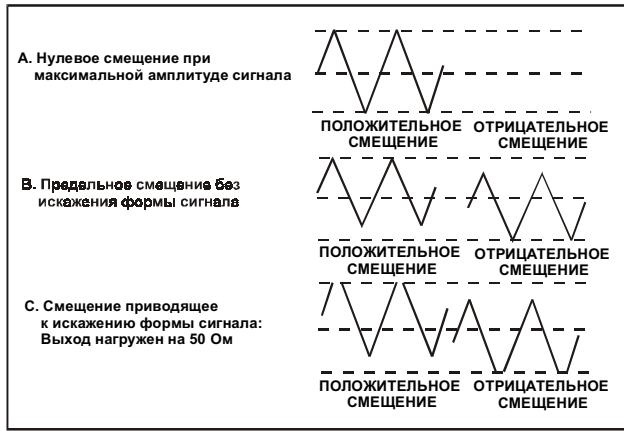

Рис. 5
1. Настройка режима постоянного смещения DC OFFSET позволяет изменять напряжение в пределах $\pm 10\text{V}$ (без нагрузки) или $\pm 5\text{V}$ (с 50 Ом-ной нагрузкой). Однако добавленный к сигналу уровень постоянного напряжения все-таки ограничен до $\pm 20\text{V}$ (без нагрузки) или $\pm 10\text{V}$ с 50 Ом-ной нагрузкой). При превышении напряжения сигнал будет обрезан, как показано на рис.5.